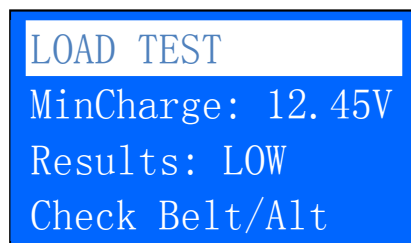

Abbildung 62
9. Sofern die min. oder max. Aufladung nicht im vorgegebenen Spannungsbereich liegt, erscheint die Meldung wie auf der Abbildung dargestellt (Abb. 62 +63). Sie sollten anschließend die Lichtmaschine nach Fehler untersuchen.